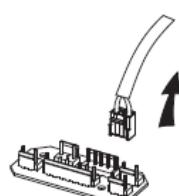

Рисунок 2
- Найдите клемму провода освещения и отсоедините её. См. рисунок 2.